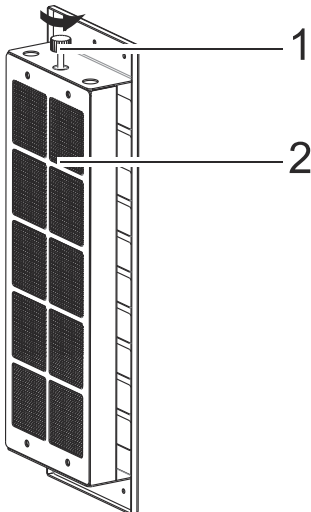

Fig. 6
2. ➔ Ta bort ramen från kolfiltret genom att ta bort skruven (Fig. 6).